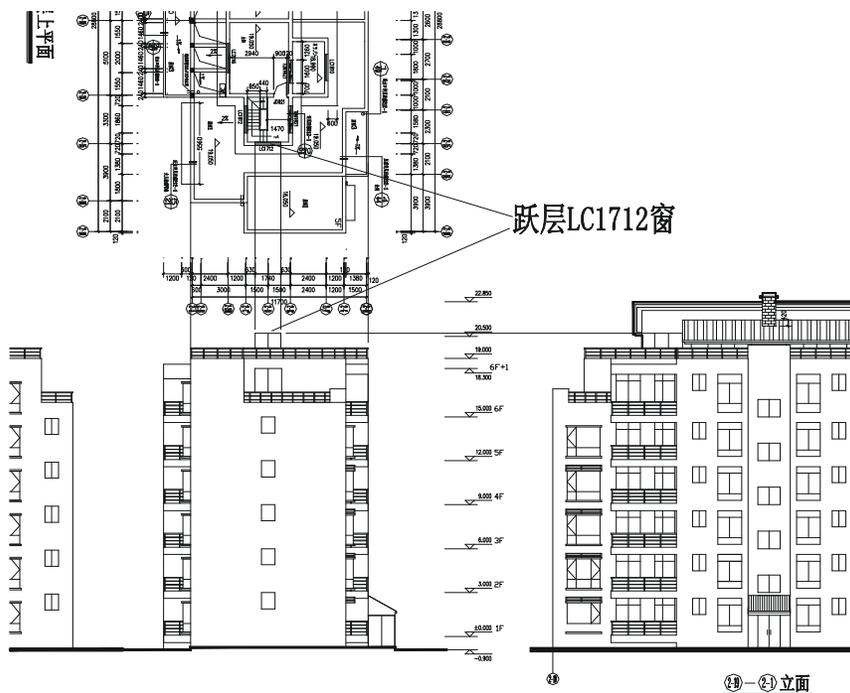

图 12-1-72
**STEP 31** 使用绘制直线命令 LINE 从上面的平面和右边的立面引出跃层窗户的辅助线, 并使用修剪命令对其进行修剪, 如图 12-1-72 所示。